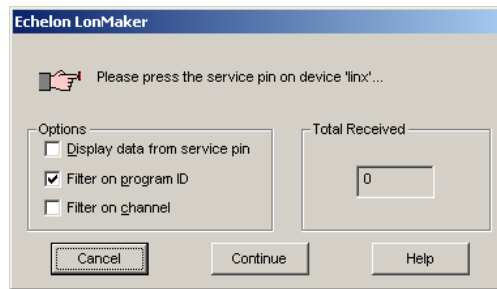

Abbildung 98: Wait for the service pin from the device.
7. Dann erscheint der Dialog mit dem Service-Pin Anforderer (siehe Abbildung 98). Drücken Sie den Service-Taster des richtigen Ports auf dem Austauschgerät. Sie können den Service-Pin auch über die Device Info-Seite am Web-Interface betätigen.